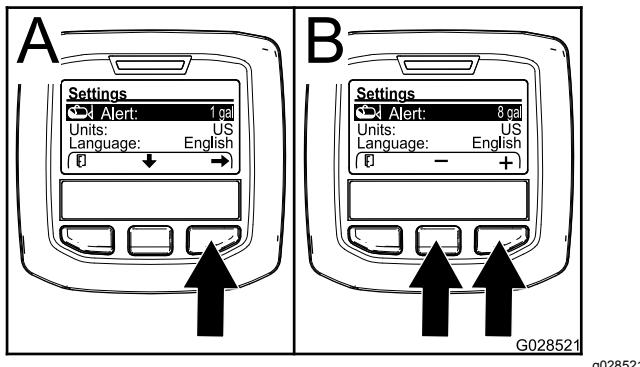

図 23
2. 中央ボタンを押して、警報Alert設定をハイライトさせる図 23。
3. 右ボタンを押す図 23。
4. 中央ボタンと右ボタンを使用して、散布中にタンク残量が何パーセントになったら警報を表示させるかの設定を行う図 23。